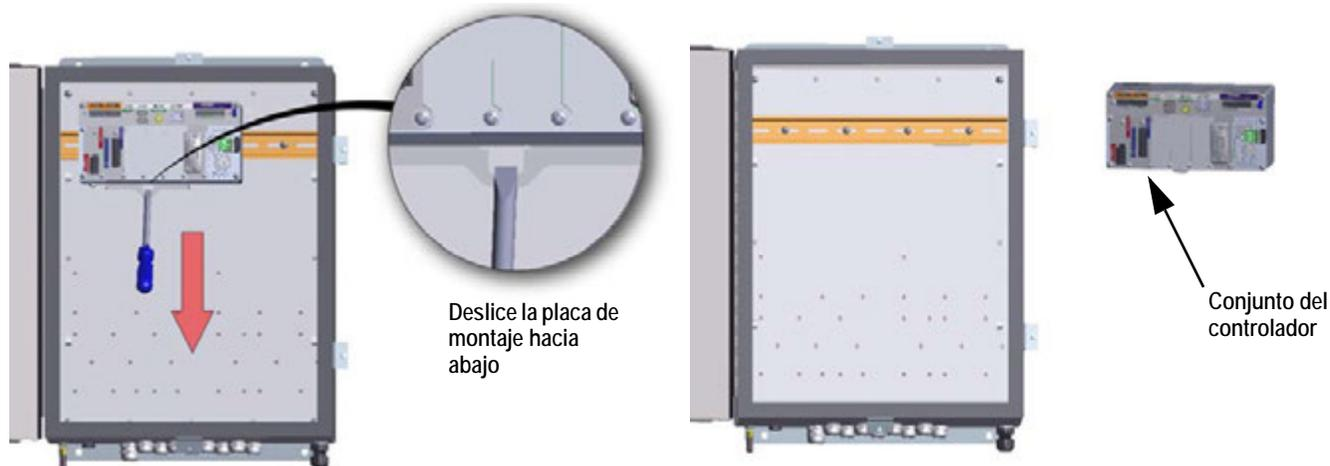

Imagen 2-11. Extracción del conjunto del controlador - Montaje en pared
4. Mientras sostiene el conjunto del controlador, utilice un destornillador para deslizar la placa de montaje hacia abajo. Consulte la Imagen 2-11.